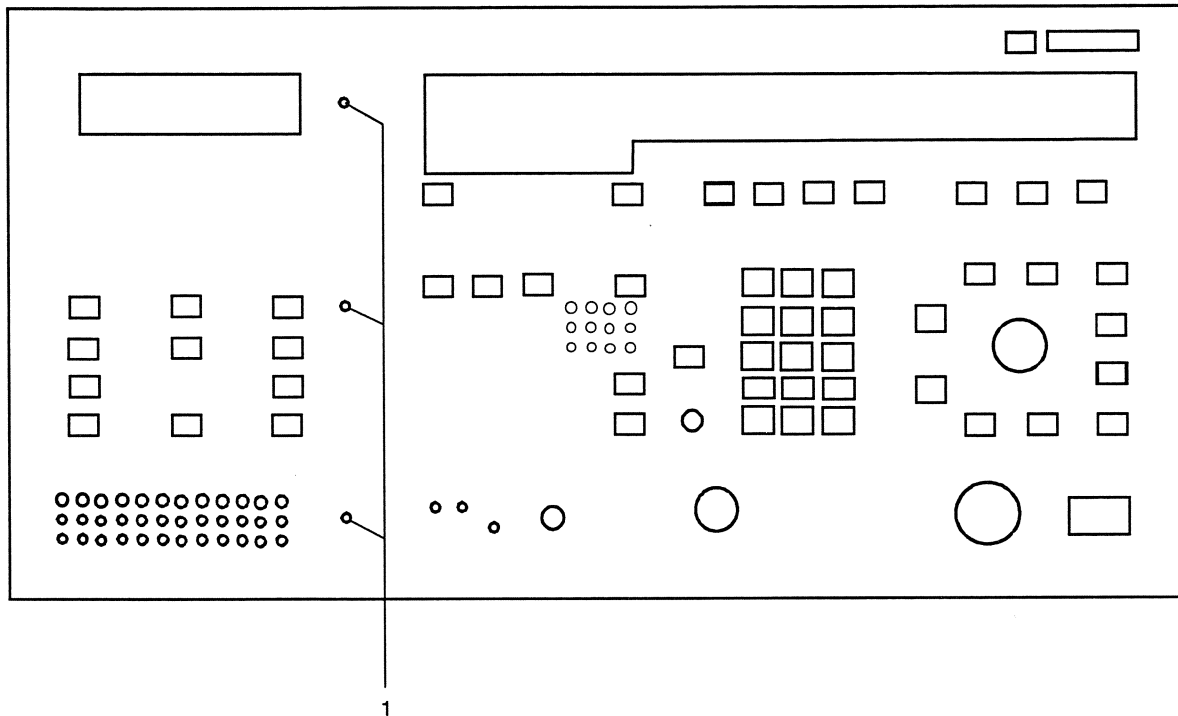

Bild 6-6
- Schrauben 1 (Bild 6-6) lösen.